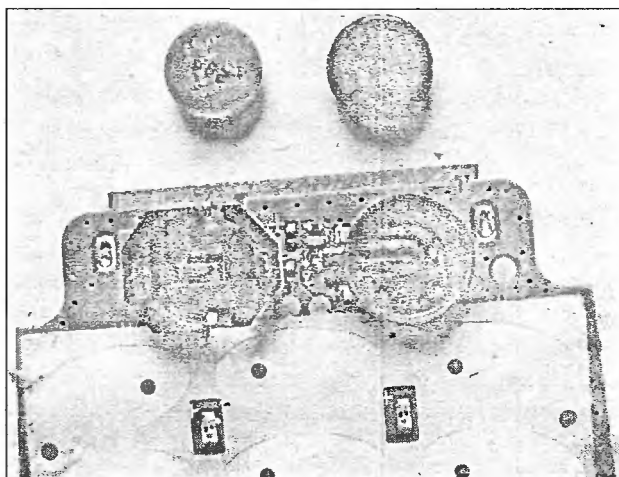

Рис. 1.8
5. Извлекают из гнезд (соединителей) батарею резервного питания и микрофон (рис. 1.8).